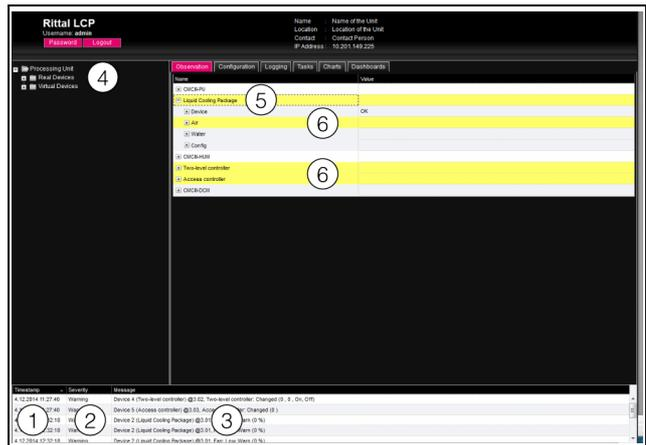

Abb. 107: Aufbau der Meldungsanzeige
1. Timestamp: Datum und Uhrzeit, wann der Fehler aufgetreten ist (Abb. 107, Pos. 1).
2. Severity: Schwere des aufgetretenen Fehlers. Es wird unterschieden zwischen Warnungen („Warning“) und Alarmen („Alarm“) (Abb. 107, Pos. 2).
3. Message: Fehlermeldung im Klartext (Abb. 107, Pos. 3).
- Linker Bereich (Navigationsbereich): Das Symbol vor der Komponente, an der der Fehler aufgetreten ist, wird im Navigationsbereich bei einer Alarmmeldung rot, bei einer Warnmeldung gelb eingefärbt (Abb. 107, Pos. 4).
- Rechter Bereich (Konfigurationsbereich): Auf der Registerkarte **Observation** wird die gesamte Komponente sowie der spezielle Parameter, für den die Warnung bzw. der Alarm anliegt, rot bzw. gelb eingefärbt (Abb. 107, Pos. 5 und 6).